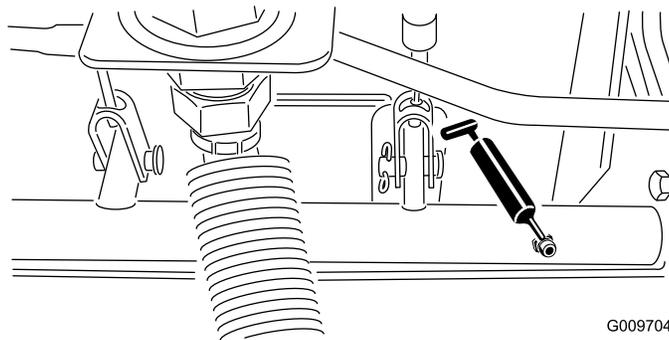

Рисунок 35
- Шарнирные опоры вала тормоза (5 шт.), как показано на Рисунок 35